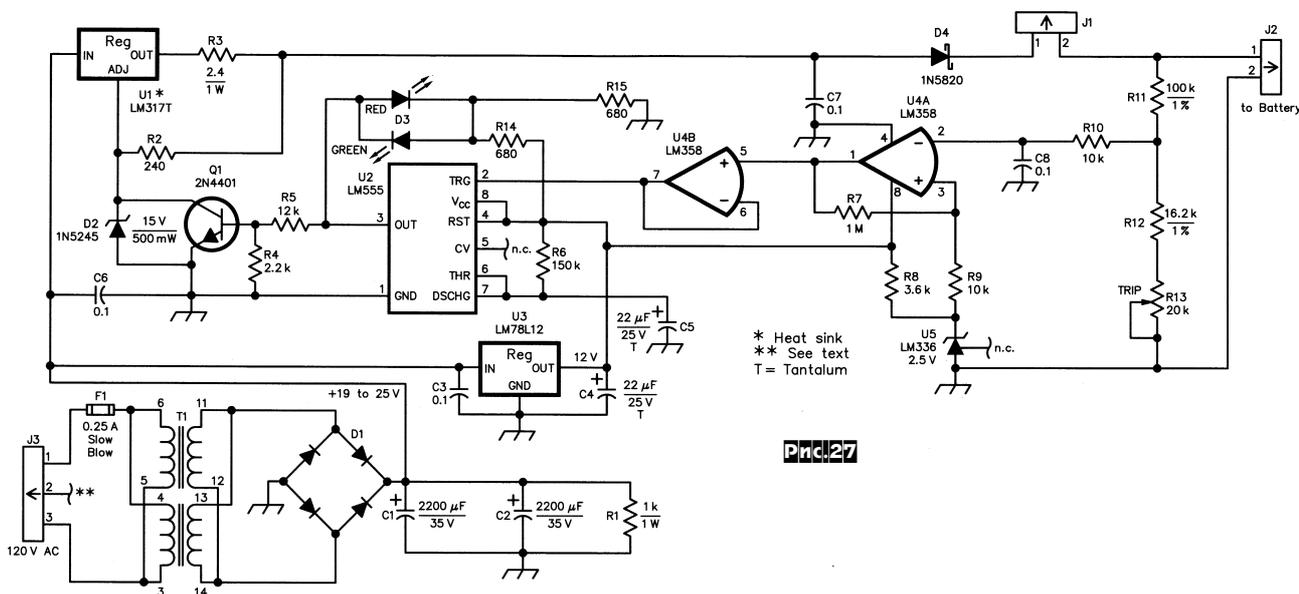

Рис. 27
**Боб Льюис (AA4PB)** в статье «Автоматическое зарядное устройство для герметизированных свинцово-кислотных аккумуляторов» отмечает, что для обеспечения гарантированного срока службы таких аккумуляторов заряжать их нужно по определенному алгоритму, как это делается в трехрежимных зарядных устройствах для 12-вольтовых аккумуляторов Power-Sonic PS-1229A емкостью 2,9 Ач, используемых автором для питания трансивера Elecraft K2. На начальной стадии устройства обеспечивает ток заряда 500 мА, такой режим называют «объемным» (bulk mode). При достижении на клеммах аккумулятора 14,6 В зарядное устройство контролирует зарядный ток. Такой режим известен как «поглотительный» (absorption mode) и к этому времени аккумулятор заряжается на 85%...95% своей емкости. Затем ток заряда плавно снижается до 30 мА и наступает третий режим «равновесия» (float mode), при котором напряжение на аккумуляторе снижается до 13,8 В. Для выполнения таких операций обычно применяют специальные микросхемы-контроллеры зарядных устройств, например UC3906. Бобу удалось построить подобное зарядное устройство по более простой схеме без контроллера (назвал его PCR12-500A, рис.27), хотя процесс автоматической подзарядки обеспечен. U1